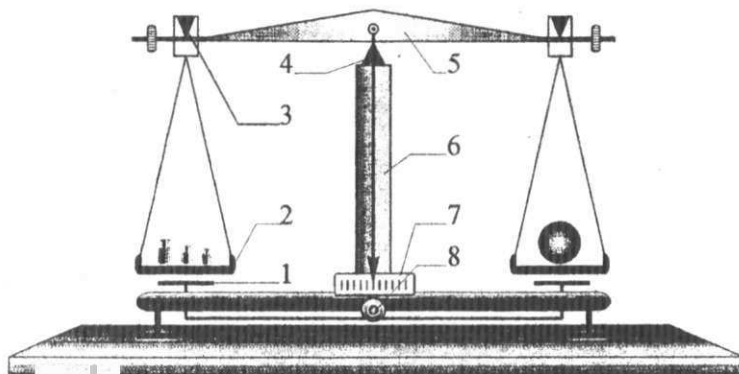

Рис. 8.3. Технические весы
*Технические весы* (лабораторные весы 4-го класса на рис. 8.3) состоят из равноплечного рычага — *коромысла* 5.